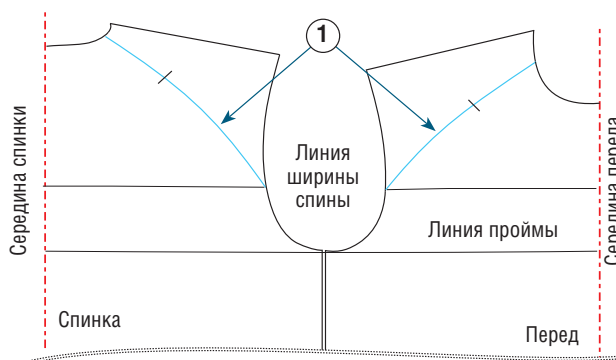

Рис. 1
① На верхней части выкройки спинки и полочки изделия начертите линии соединения с удлиненной головкой рукава реглан. Обычно эта линия начинается от проймы на уровне ширины плеч и заканчивается на горловине на уровне, составляющем примерно $\frac{1}{3}$ ее длины. Поэтому необходимо по отдельности измерить длину горловины спинки и горловины полочки, каждую из полученных мерок разделить на 3, после чего отложить полученные цифры соответственно на горловине спинки и полочки начиная от линии плеча. На спинке и полочке нарисуйте слегка изогнутую линию, соединяющую метку на пройме с меткой на горловине (голубые линии на рис. 1).